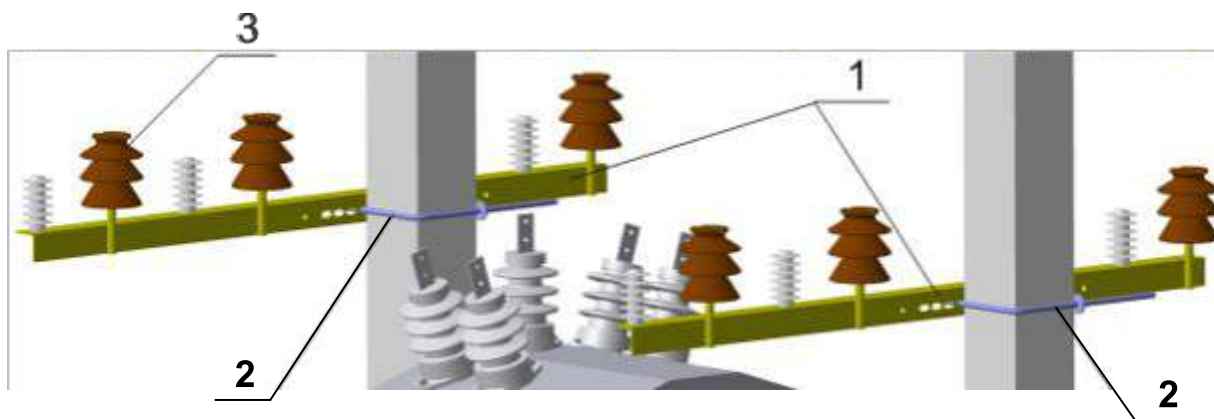

Рисунок19. Установка траверс ТШАГ 745212.108
- Установить на опоры ЛЭП траверсы ТШАГ 745212.108 (поз.1, рис. 19) и закрепить при помощи хомутов ТШАГ 715133.016 (поз. 2). Навинтить на штыри траверс изоляторы ШФ-20Г (поз. 3, рис. 19).
- Установить на опорах траверсы ТШАГ 301341.004 (поз. 1, рис. 19) и закрепить при помощи хомутов ТШАГ 715133.016(поз. 2).